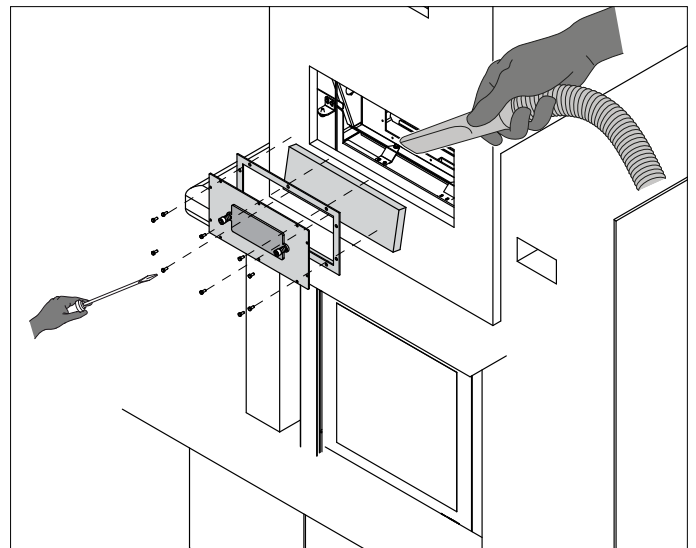

fig. 6.2
- Acceda al hueco de inspección del giro de los humos desenroscando los tornillos de la válvula de seguridad (fig.6.2) y saque el deflector de humos de magnofix; verifique el estado de la junta y, en su caso, cámbiela.